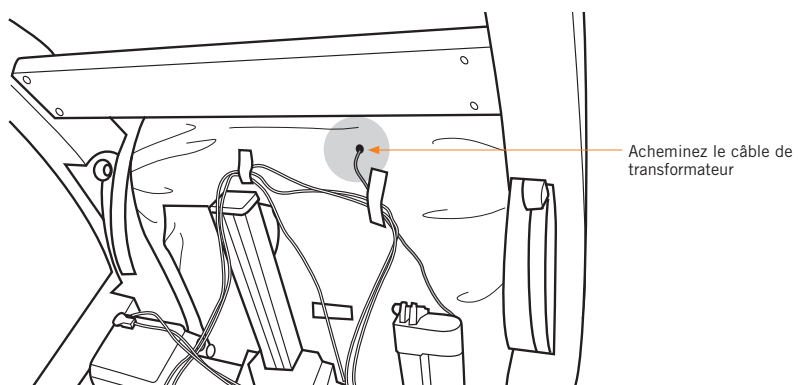

Fig.6
7. Acheminez le câble de transformateur à travers le guide de câble, puis par le trou dans la toile de fauteuil (Fig. 6).